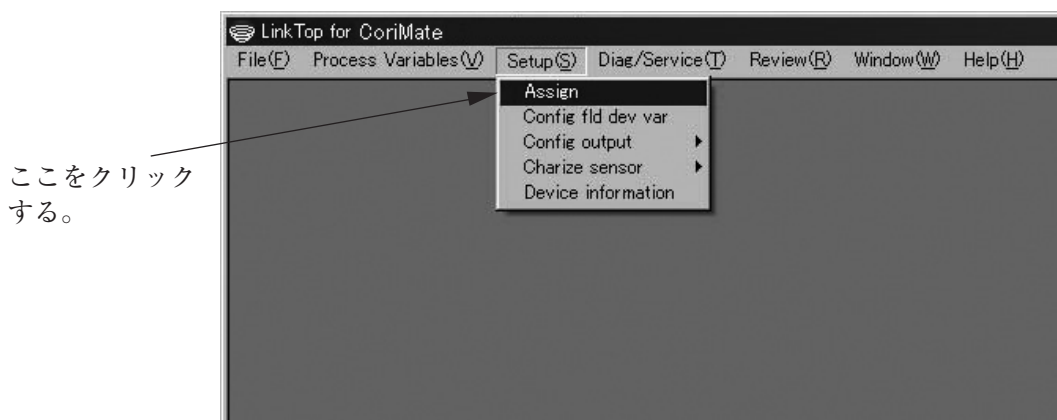

図19
- ① 図19のように、画面上部メニューの「Setup(S)」をクリックし、「Assign」を選び再度クリックします。